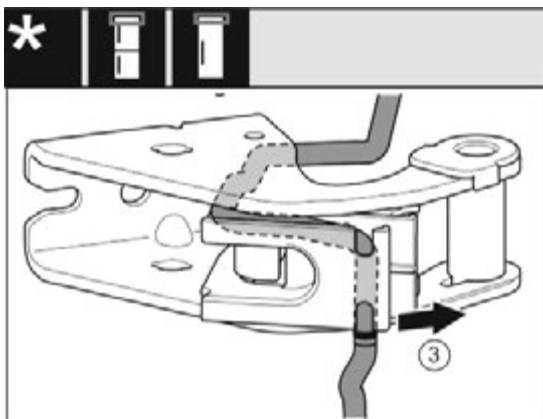

Fig. 22
- ▶ Витягніть кабель з направляючої. Fig. 22 (3)